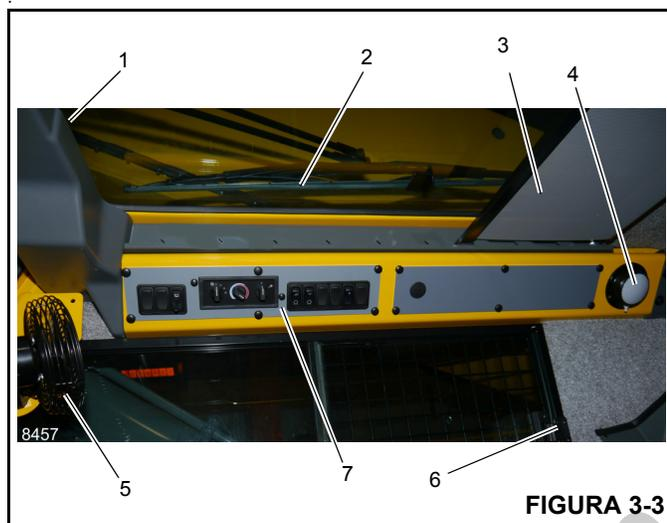

FIGURA 3-3
A trava do teto solar (1) (Figura 3-3) localiza-se na frente da janela. Aperte a trava e deslize a janela para trás para abrir.
O limpador do teto solar (2) (Figura 3-3) é controlado pela chave do teto solar, (4) (Figura 3-4) e é operado pelo motor do limpador.
O protetor do teto solar (3) (Figura 3-3) é usado para diminuir a incidência direta da luz do sol. O protetor é autorretrátil e pode ser ajustado para filtrar toda a luz ou ajustado para trás, encaixando-o nos entalhes existentes.
A luz de teto da cabine (4) (Figura 3-3) localiza-se no canto traseiro direito do console do teto da cabine e ilumina a cabine. A luz de teto é controlada por uma chave na própria luz.
O ventilador de circulação da cabine (5) (Figura 3-3) localiza-se no lado dianteiro esquerdo da cabine, acima da estrutura da janela. Uma articulação permite que o ventilador gire e uma chave em sua base controla a operação. A chave possui as posições alta, baixa e desligada.
A janela do lado direito da cabine pode ser aberta. Aperte a trava (6) (Figura 3-3) para liberar e deslize para frente. Para fechar, deslize a janela para trás até que a trava encaixe.